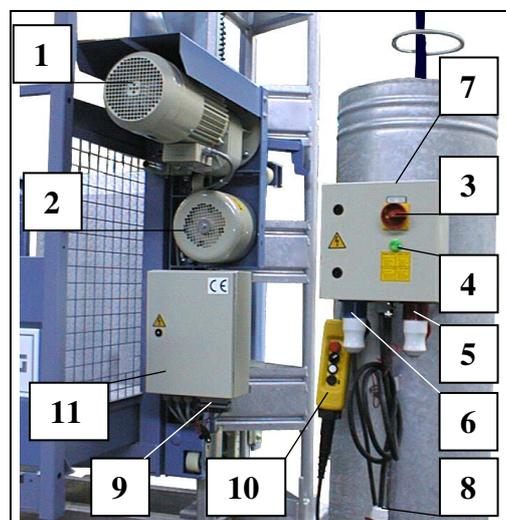

Fig. 9 Elektrik des Grundgerätes
Die Bodenumwehrung kann auch mit einer Steuerung (3) ergänzt werden. Sie wird anstelle der Handsteuerung am Schaltkasten am Kabeltopf (siehe Fig. 9) eingesteckt.